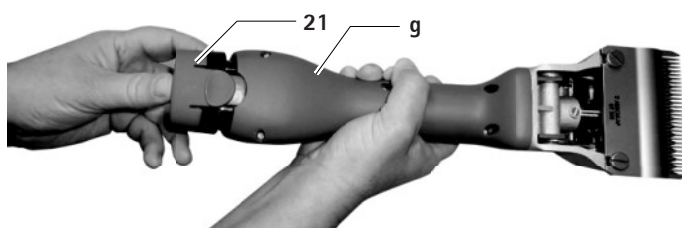

Fig. 2
- Retirer l'accum Li-ion 21, le charger et/ou insérer un accum Li-ion de recharge GT641 (3INR19/66-1) dans la tondeuse à accum **g**, voir Fig. 2.